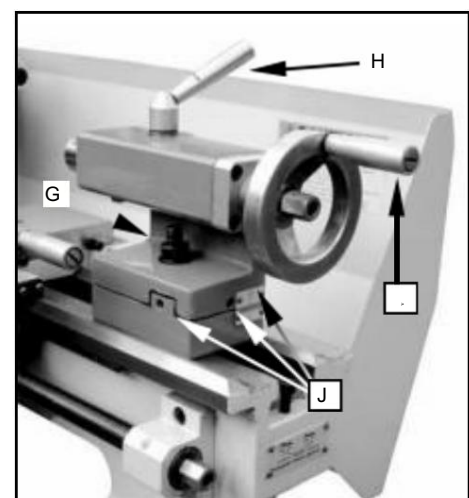

Fig. 12
10. Vis de serrage de la crosse (G, Fig. 12)
11. Levier d'amplification Tailstock Quill (H, Fig. 12)
12. Tailstock Quill Traverse Handwheel (I, fig. 12) .